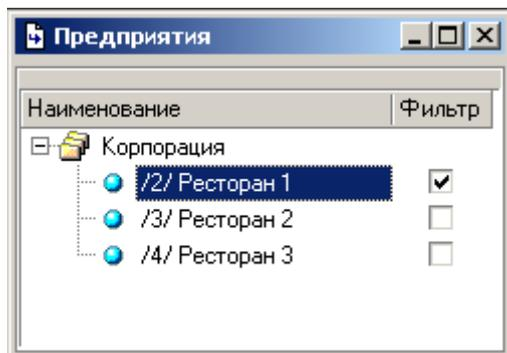

Рис. 105
Выбор предприятия, для которого необходимо рассчитать себестоимость, производится в пункте главного меню **«Словари»** – **«Предприятия»**. Для выбора предприятия, выставьте флаг напротив соответствующего предприятия в списке (см. Рис. 105).
**Предприятие** – предприятие, для которого рассчитана себестоимость. Выбрать другое предприятие возможно в списке предприятий (см. Рис. 105).